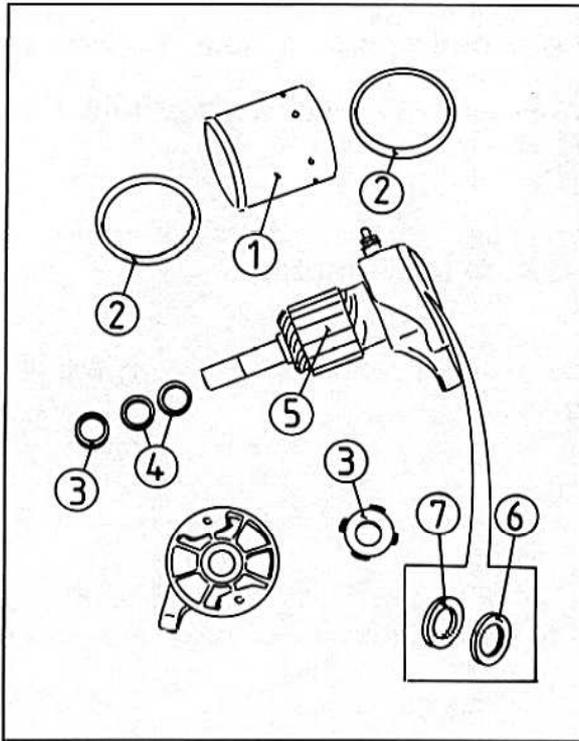

Bild 398
- Den Anker aus dem Ständer nehmen (Bild 398).